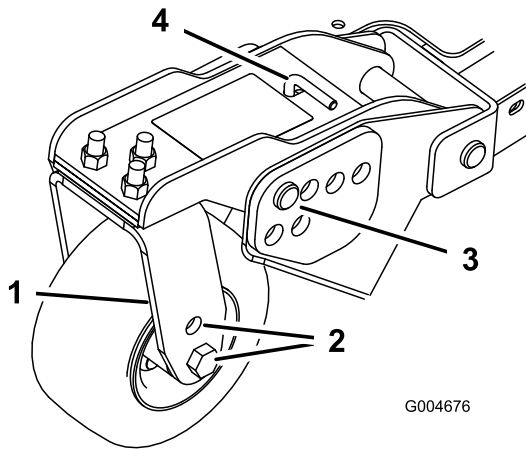
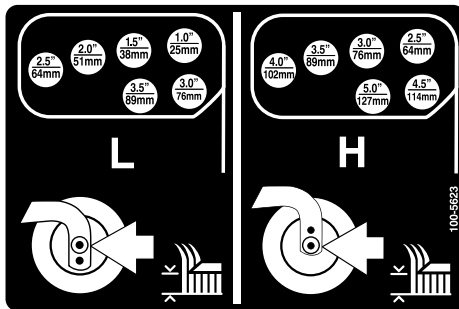

Bild 24
Bild 25
1. Stecken Sie die Laufradachsen in allen Laufradgabeln in die gleichen Löcher (Bild 22 und Bild 24). Siehe die nachstehende Tabelle, um das richtige Loch für die jeweilige Einstellung festzustellen.
4. Entfernen Sie den Splint und den Lastösenbolzen von den Laufradgelenkarmen (Bild 24).
5. Drehen Sie die Spannstange, um den Gelenkarm anzuheben oder abzusenken, bis die Löcher mit den ausgewählten Löchern in der Schnitthöhenhalterung im Mäherwerkrahmen ausgerichtet sind (Bild 24 und Bild 25).